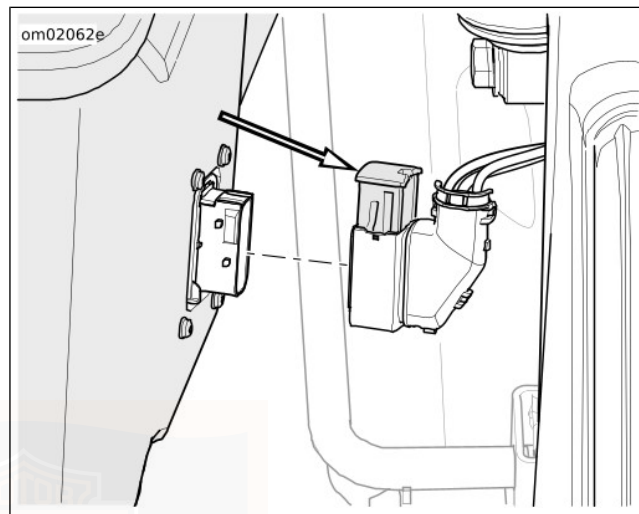

Abbildung 30. Arretierung des linken Steckverbinders
- b. **Linke Satteltasche:** Siehe Abbildung 30. Den Verriegelungsstift ganz herausziehen. Steckverbinder trennen.
- b. **Linke Satteltasche:** Siehe Abbildung 30. Den Steckverbinder anschließen. Den Verriegelungsstift einrasten.